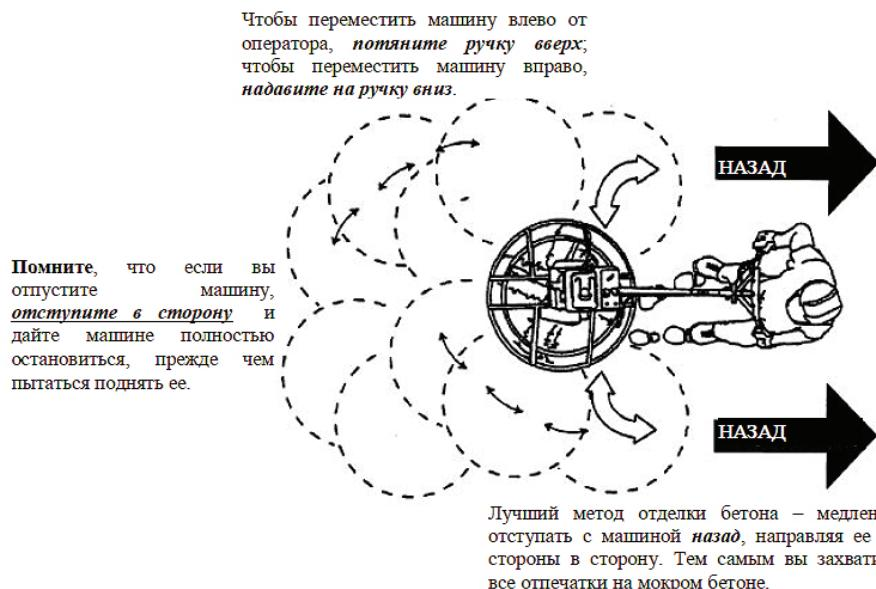

рис.2
4.1 Общий вид затирочной машины ЗМ - 920 схематично представлен на рис. 2:
Ниже (рис.2) показана работа затирочной машины, управляемой идущим сзади оператором.